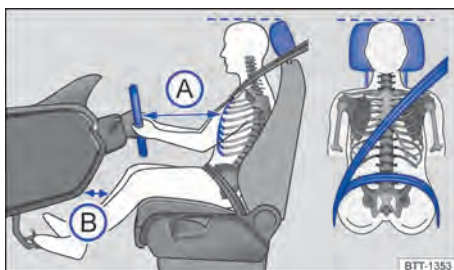

Fig. 18 Distância correta do condutor em relação ao volante, posição correta do cadarço do cinto de segurança e ajuste correto do apoio para cabeça.
- Ajustar o banco de modo que a distância entre o volante e o tórax tenha no mínimo 25 cm → Fig. 18 A e que o condutor possa segurar o volante pela borda externa com as duas mãos e os braços ligeiramente dobrados.
- Ajustar o banco do condutor na direção longitudinal de modo que os pedais possam ser acionados com as pernas ligeiramente arqueadas e a distância para o painel de instrumentos na área do joelho seja de, no mínimo, 10 cm → Fig. 18 B.
- Ajustar o apoio para cabeça de modo que a sua borda superior se encontre preferencialmente na mesma linha da parte superior da cabeça → Fig. 18 – porém não abaixo da altura dos olhos. Posicionar a parte posterior da cabeça o mais perto possível do apoio para cabeça.